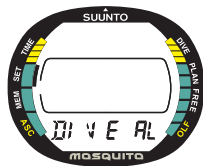

Fig. 4.10. Mode Réglage des Alarmes.
1. Depuis le Mode Réglage [SET], appuyez sur le bouton S 4 fois pour accéder au Mode Réglage des alarmes de plongée (Fig. 4.10).